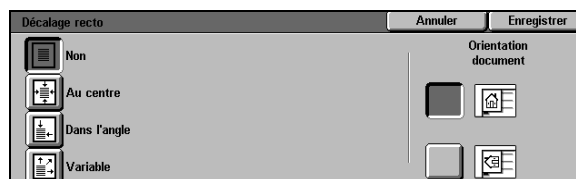

Figure 17 : Décalage image désactivé
- 3 Choisissez **Non** (voir la figure 17).